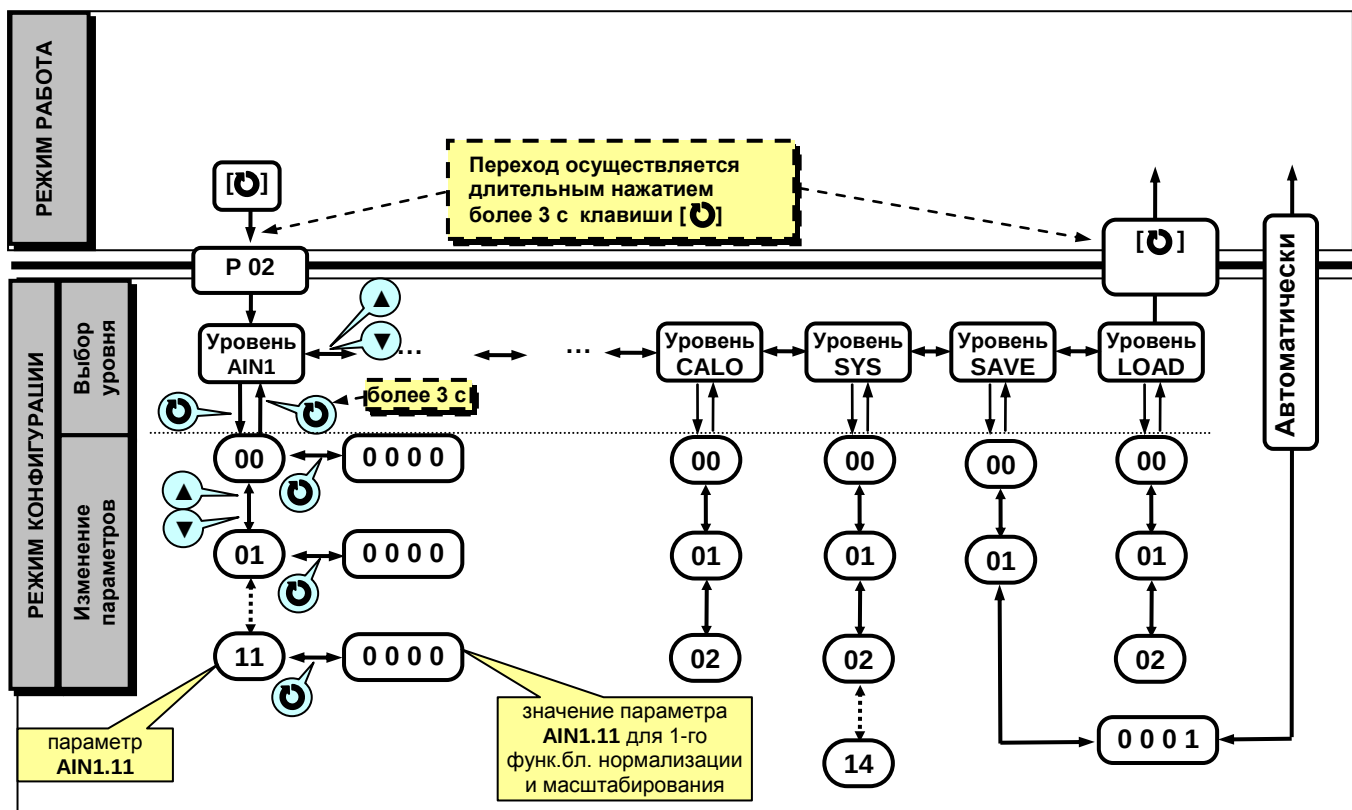

Рисунок 4.2 - Диаграмма уровней режима конфигурации и настроек
- Параметры, используемые в индикаторе ИТМ-110, сгруппированы в уровни и представлены на диаграмме – см. рисунок 4.2.
В дальнейшем по тексту руководства идет ссылка на параметр в виде XXXX.YY (например ALRM.00), где XXXX – название УРОВНЯ, а YY – номер пункта меню (смотри рисунок 4.2).